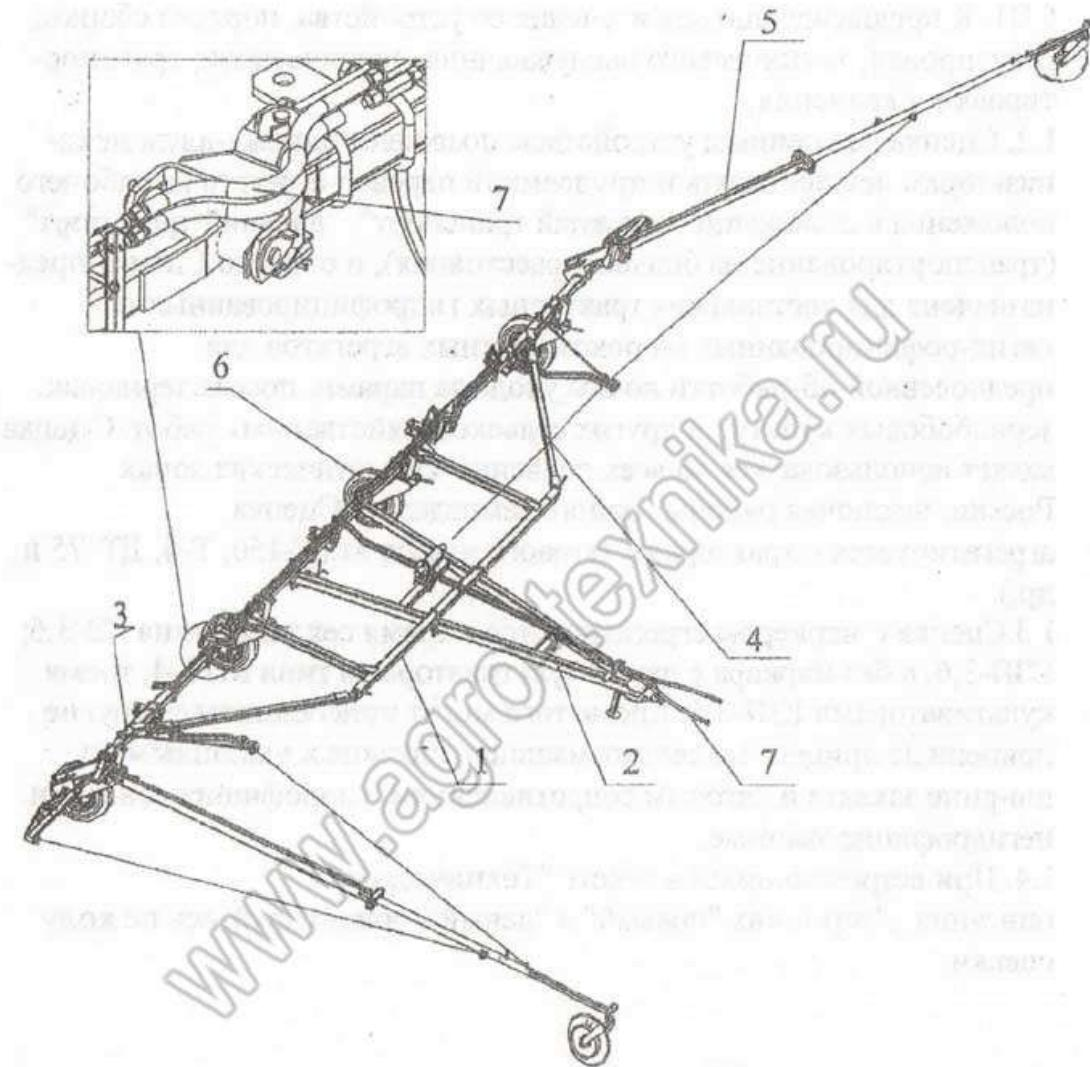
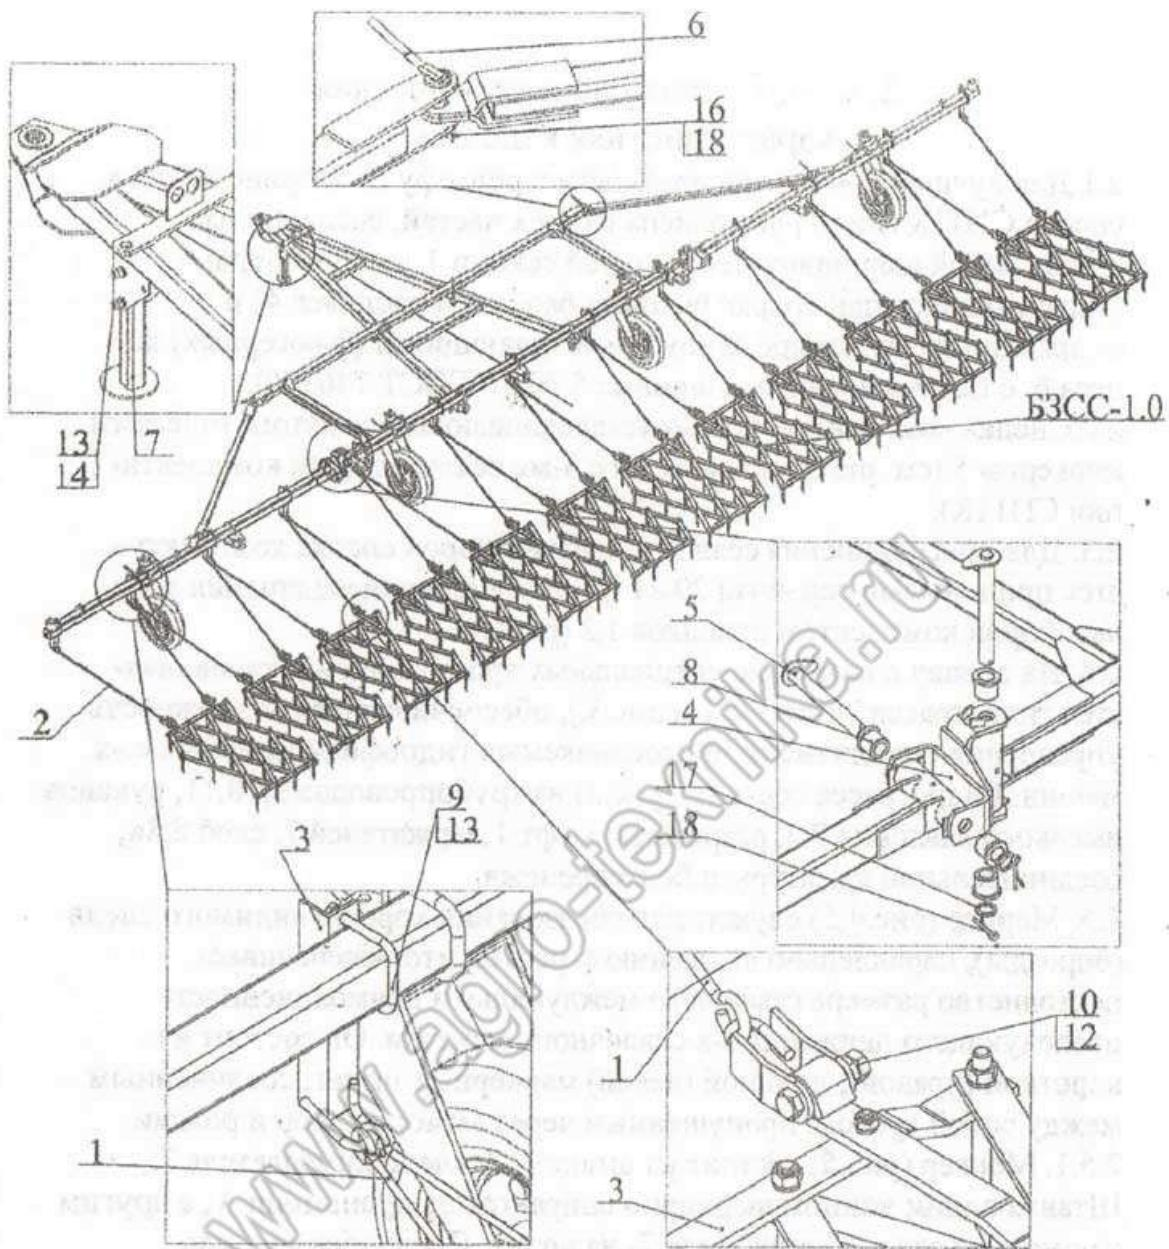
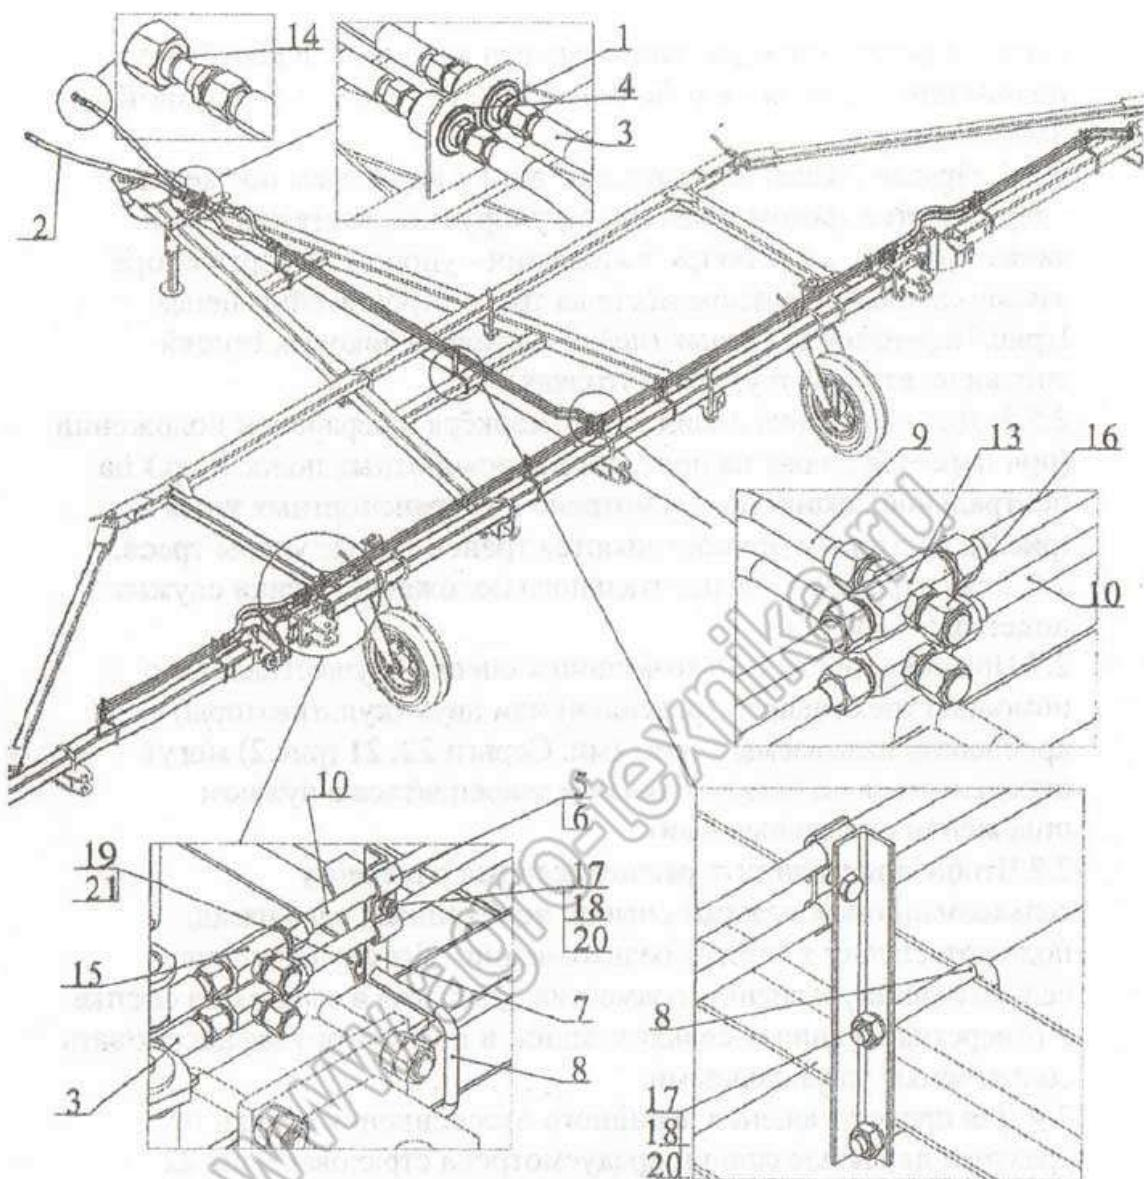
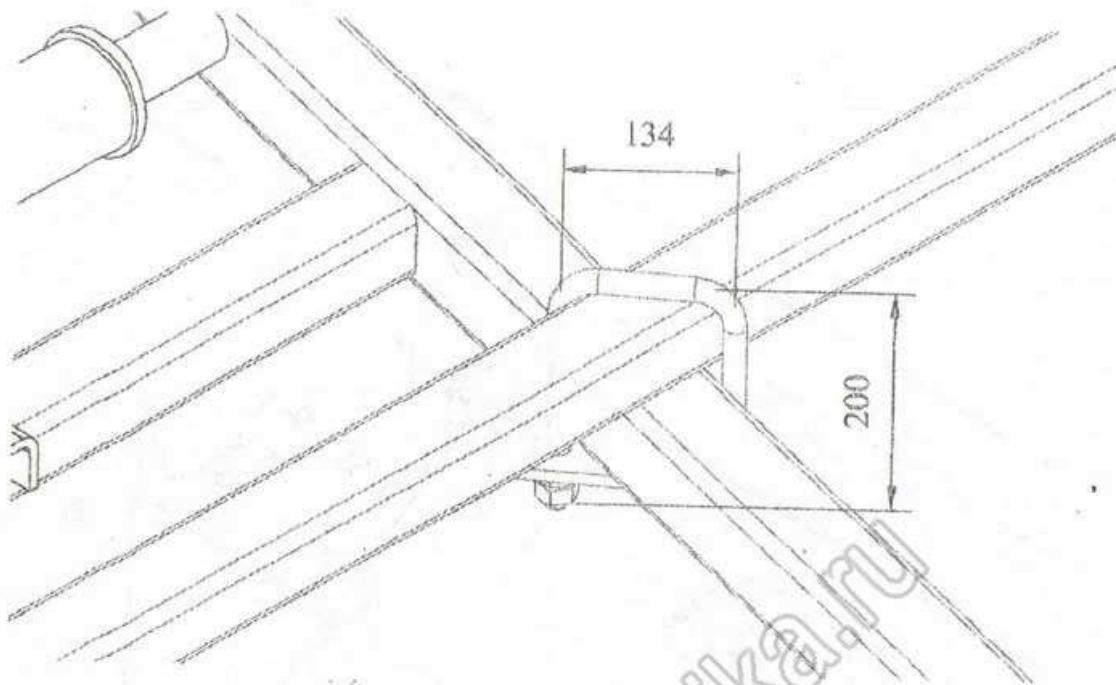

Рис.1 Сцепка в сборе с маркерами.
Рис.2 Сцепка в сборе с боронами БЗСС-1.0
Рис.3 Гидросистема сцепки СП11К
Рис.12 Крепление дышила к центральной секции.
- 2.1. Для лучшей приспособляемости к рельефу по ширине захвата, сцепка СП11К (Рис.1) выполнена из трех частей, соединенных между собой шарнирно: центральной секции 1. и двух боковых (образующихся при сборке боковых балок 3 и растяжек 4) и опирающихся на четыре самоустанавливающиеся (флюгерных) колеса 6. с пневматическими шинами 5.00-10 ГОСТ 7463-80.
- 2.2. Сцепка комплектуется самоустанавливающимся автоматическим маркером 5 (см. рис.1) для работы с 3-мя сеялками (при комплектации СП11К).
- 2.3. Для присоединения сеялок и культиваторов сцепка комплектуется прицепными серьгами 20,21 (рис.2), а для присоединения зубовых борон комплектом поводков 1,2 (рис.2).
- 2.4. На сцепку с помощью специальных кронштейнов устанавливается гидротрасса 7 (см.рис.1 и рис.3.), обеспечивающая возможность управления механизмами присоединяемых гидрофицированных с.-х. машин. Гидротрасса состоит: (рис.3) из трубопроводов 9,10,11, рукавов высокого давления 2,3, разрывных муфт 1, держателей 7, скоб 8,8а, соединительной арматуры и болтокренежа.
2.6 Для сохранения горизонтального положения сцепки служит подставка 7 (рис.2).
2.7 При соединение сельхозмашин к сцепке осуществляется с помощью трёх (например, сеялки) или двух (культиваторы) креплений, называемых серьгами. Серьги 22, 21 (рис.2) могут передвигаться по балкам сцепки и закрепляться в нужном положении с помощью скоб.
2.9 Для предотвращения аварийного отсоединения сцепки от трактора на дышле сцепки предусмотрена страховая цепь 22 (рис.2). Страховая цепь служит для соединения сцепки с трактором помимо сцепного устройства. Соединение страховой цепи с трактором производить в следующей последовательности: надеть страховую цепь в обхват фаркопа трактора и свободный конец цепи со скобкой и планкой пропустить в скобу на дышле сцепки.
- Найти продольную ось секции и симметрично относительно нее завести под центральную секцию 1(рис.1) дышло 2. Закрепить дышло с помощью 2-х коротких и 2-х длинных скоб 3 (рис.12,13) и 4-х планок 4, поставив по 2-е гайки 5 на каждый резьбовой конец. При этом дышло свободными концами должно выступать за задний брус секции не менее 50 мм.
- Собранные центральную секцию и дышло установить на штатную опору 7(рис.2) и две устойчивые подставки высотой 800 мм под специально обозначенные места на секции буквами "ДК".
- Установить балки(правую и левую), соединив их с центральной секцией при помощи соответствующих двухосных шарниров 4, осей 5, втулок 8 (рис.2), а также установить растяжки 4(рис.1), соединив балки (левую и правую) с центральной секцией пальцами 6 как показано на рисунке 2.
- Установить колёса 6 (рис.1) на боковые балки согласно рисунка 11.